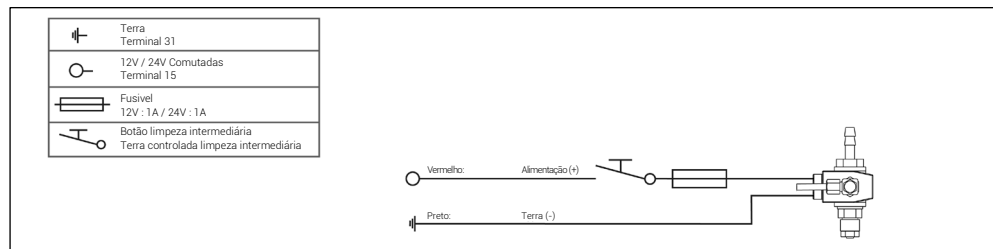
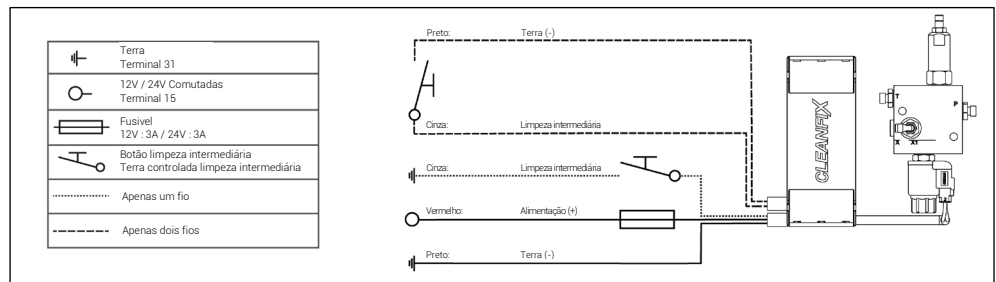

Fig. 62
Fig. 69
Caso haja uma alimentação ligada e com proteção (terminal 15) disponível com tensão suficiente (ver Fig. 62 - Fig. 69), esta pode ser utilizada.
- 40) Ligar o componente eléctrico à alimentação de tensão da máquina (ver Fig. 62 - Fig. 69).